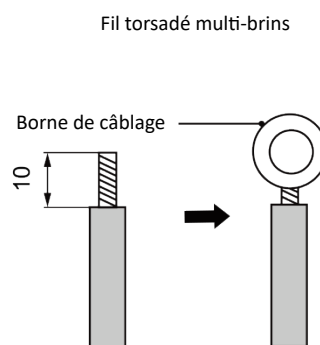

Fig. 5.1.2
- 2 Connexion d'un câble multipaire torsadé (voir Fig. 5.1.2).